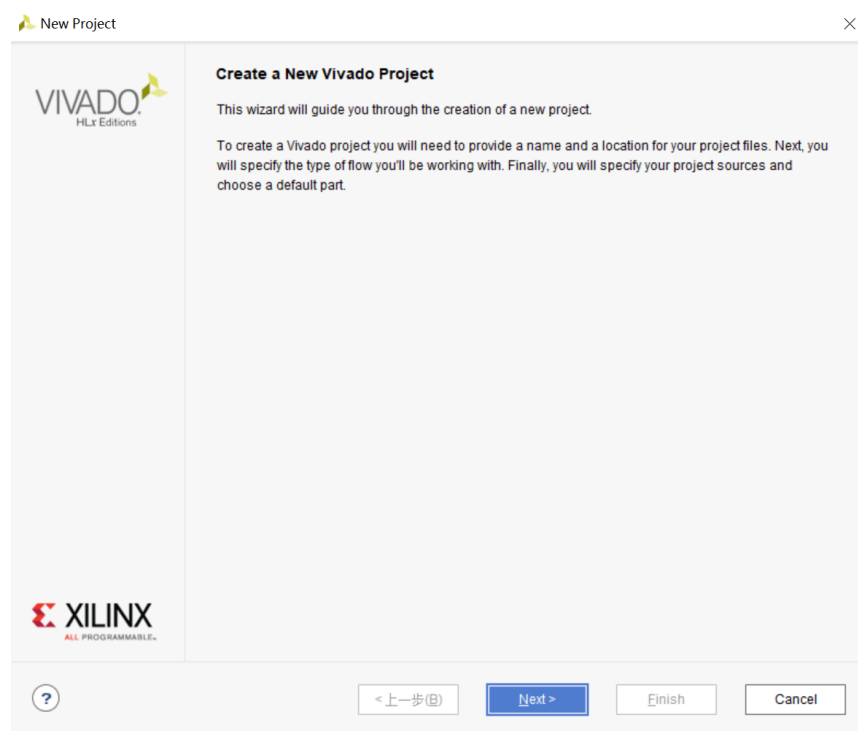

图 2.4 New Project
- (1) 双击桌面 Vivado 快捷图标 ，启动 Vivado。
- (2) Create Project 进入 New Project 向导，如图 2.4 所示。